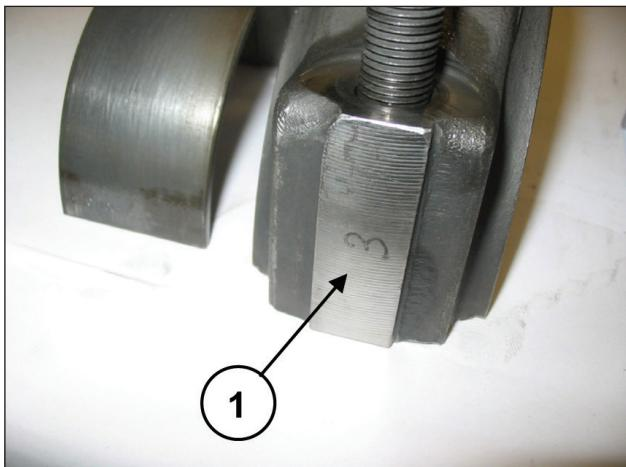

Рис. 34
Соедините половинки шатунов с ранее снятыми крышками, руководствуясь номерами (поз. ①, Рис. 34)
Отсоедините головки от половинок шатуна; для правильного парного соединения руководствуйтесь нумерацией сбоку (поз. ①, Рис. 34).